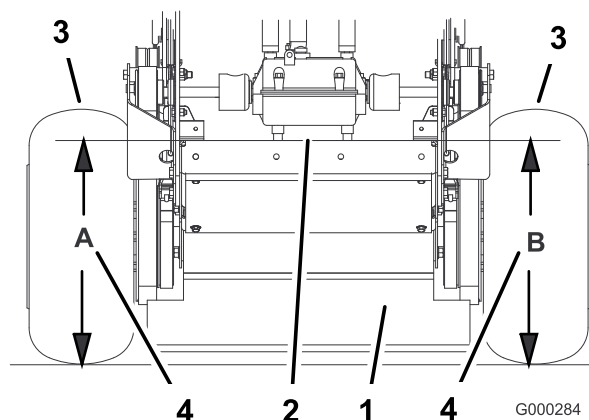

Figura 53
5. Misurate l'altezza della scocca del motore al punto **B** (Figura 53).
- Misurate l'altezza della scocca del motore al punto **A** (Figura 53).